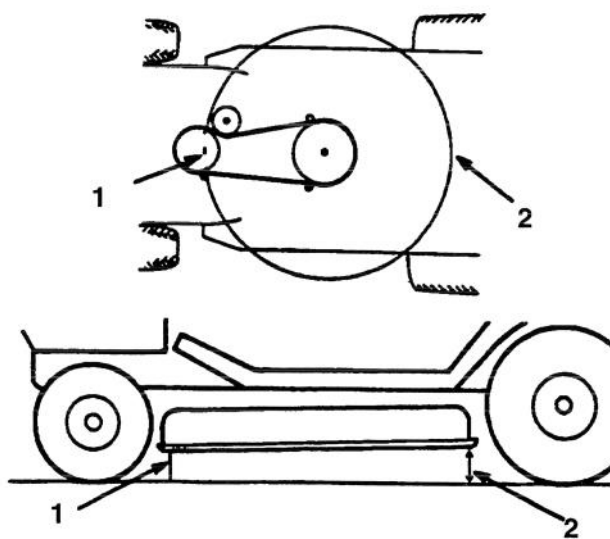

Figure 50
5. Contrôler l'inclinaison avant/arrière en mesurant la distance entre la base de la tondeuse (centre avant et centre arrière) et la surface plane (Fig.50). Si